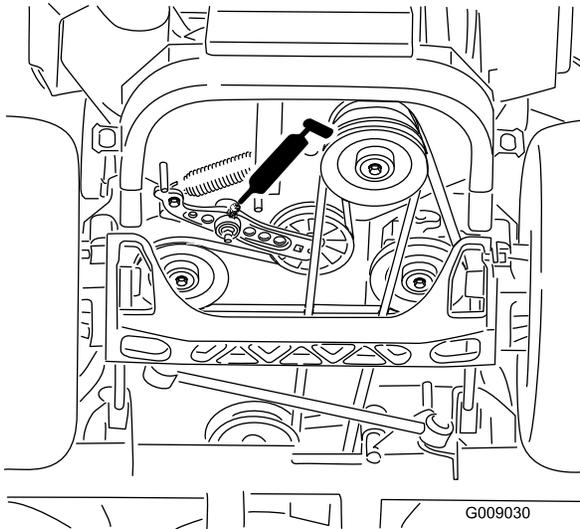

Рисунок 55
6. Смажьте консистентной смазкой рычаги натяжного ролика приводного ремня (Рисунок 55).